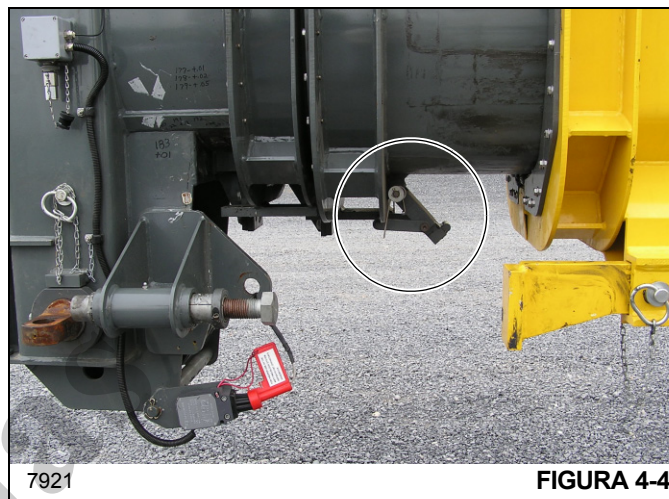

FIGURA 4-4
4. Estenda a lança o suficiente para desengatar o calço de parada da lança acionado por mola (Figura 4-4).